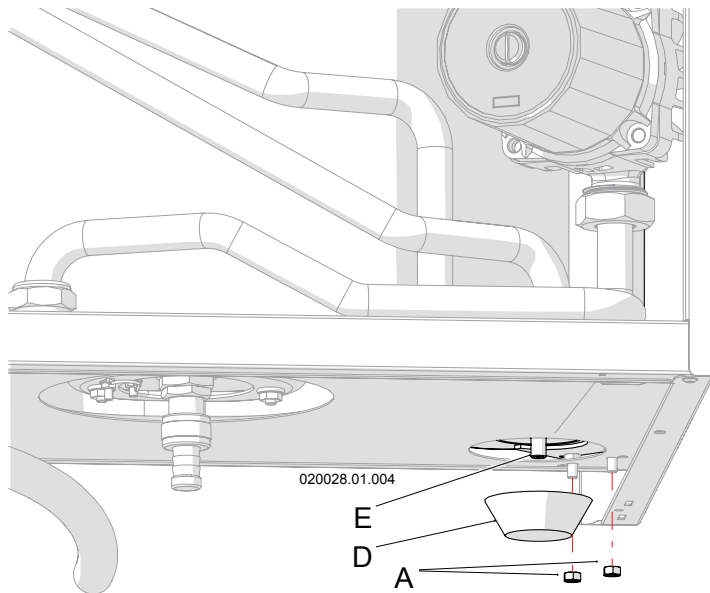

Figura 8-3 - Accesso al vaso di espansione
- 3.- attraverso lo spillo "E" di Figura 8-3, pompare aria all'interno del vaso fino a raggiungere la pressione di 2,5 bar;
- 3.- svitare i dadi "A" (vedi Figura 8-3);